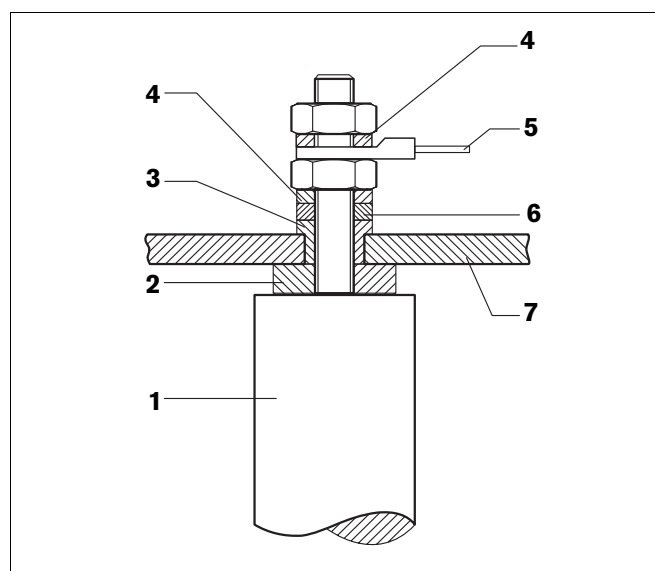

Fig. 13 Montage de l'anode au magnésium
- Fermer l'entrée d'eau froide (EK).
- Dévisser les vis à tête hexagonale du couvercle de la trappe de visite et retirer ce dernier avec l'anode au magnésium (fig. 13).
- Retirer l'anode (fig. 13, **pos. 1**) en la dévissant.
- Dévisser les vis à tête hexagonale du couvercle de la trappe de visite latéral et retirer ce dernier avec l'anode au magnésium (fig. 13, page 17).
- Si l'anode est détériorée, mettez une anode neuve en place, comme indiqué dans la figure 13.